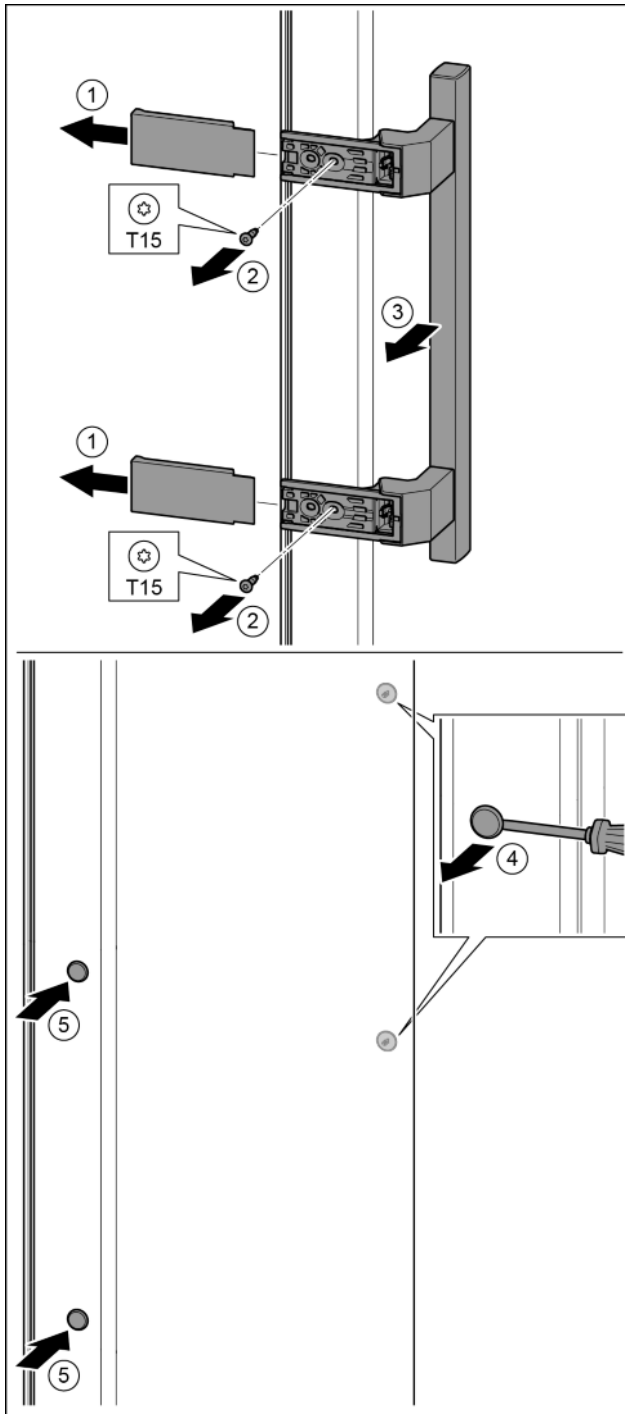

Fig. 29
- ▶ Abdeckung abziehen. Fig. 29 (1)
- ▶ Schrauben mit Schraubendreher T15 herausdrehen. Fig. 29 (2)
- ▶ Griff abnehmen. Fig. 29 (3)
- ▶ Seitlichen Stopfen vorsichtig mit einem Schlitzschraubendreher anheben und herausziehen. Fig. 29 (4)
- ▶ Stopfen auf der anderen Seite wieder einsetzen. Fig. 29 (5)